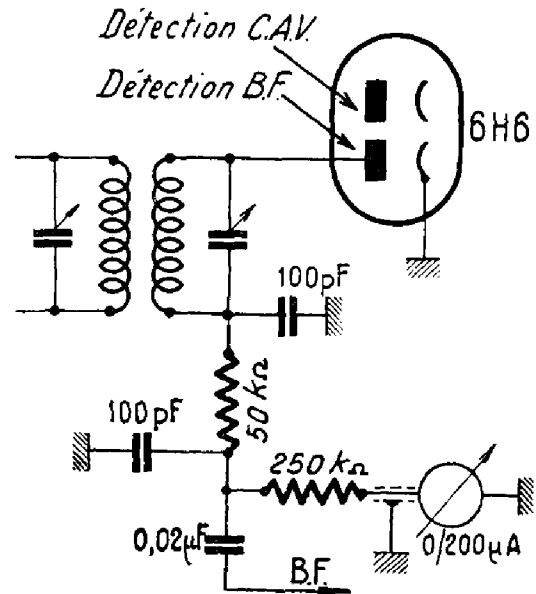

Fig. IV-51
c) l'appareil — un microampèremètre, cette fois — mesure le courant traversant la résistance de charge de la détectrice (fig. IV-51).